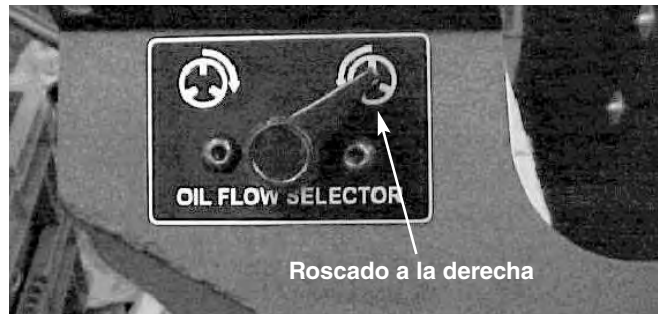

Figura 24 – Selección del flujo de aceite para roscar a la izquierda o a la derecha
2. **Para roscadoras de mandril automático 535:** Instale el kit de válvula automática en RETROCESO (No. Cat. 12138) de acuerdo con las instrucciones del kit, para permitir el flujo de aceite con la máquina en RETROCESO. El kit incluye un mecanismo de selección para el flujo de aceite con roscado a la derecha o a la izquierda (OIL FLOW SELECTOR). *Vea la Figura 24.*